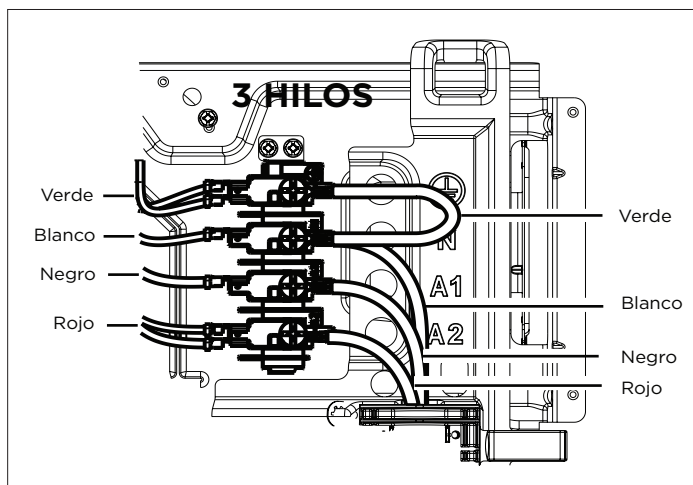

Figura 9: Conexión del cable de alimentación de 3 hilos
5. Realice las 2 conexiones restantes según la codificación por colores que se muestra en la Figura 9. Asegúrese de que los colores de los cables coincidan después de realizar todas las conexiones..
3. Encuentre la correa de conexión a tierra y el adaptador metálico (4) suministrados en el kit. Usaremos solo 3 adaptadores para este tipo de instalación.
8. Asegúrese de que los colores de los cables coincidan después de realizar las conexiones según la Figura 9.